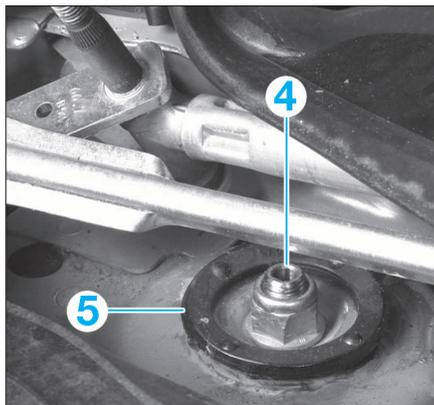

FIG. 2
- Déposer (Fig.2) :
- l'écrou (4)
- la coupelle (5)